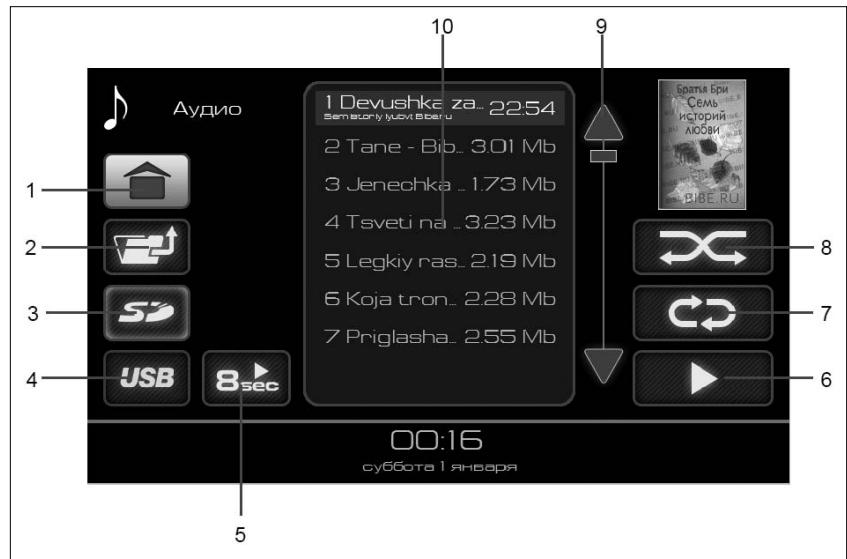
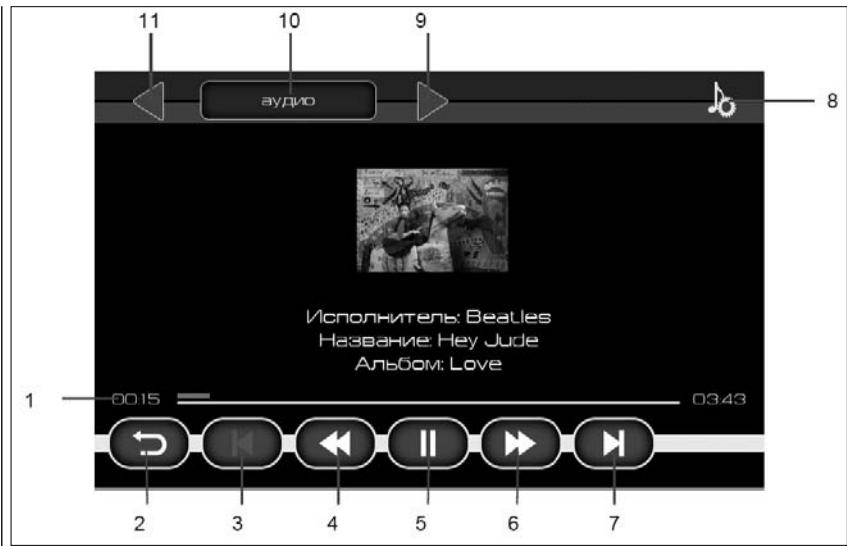

Рис. 4. Окно списка аудиофайлов
Рис. 5. Окно проигрывания аудиофайлов
Доступные для воспроизведения аудиофайлы и папки отображаются в списке **(10)** (рис. 4). Двойное нажатие на изображение папки отобразит список аудиофайлов в этой папке. Для выхода из папки нужно нажать кнопку **1** (рис. 4).
- либо двойное нажатие на выбранный аудиофайл позволяет воспроизвести именно его, при этом доступна кнопка включения режима повторного воспроизведения (кнопка **7**, рис. 4).
- либо нажатие на кнопку воспроизведения аудиофайлов (кнопка **6**, рис. 4) позволяет воспроизвести все аудиофайлы, находящиеся в списке **(10)** (рис. 4).
в списке **(10)** на рис. 5, а затем нажатие кнопки воспроизведения аудиофайлов (кнопка **6**, рис. 4), позволяет воспроизвести все аудиофайлы, находящиеся в выбранной папке, и во всех вложенных в нее папках.
Для остановки воспроизведения нажмите кнопку **5** (рис. 5).
Если при воспроизведении аудиофайла нажать на кнопку «**Пауза**» (кнопка **5**, рис. 5), а затем нажать на кнопку возврата (кнопка **2** рис. 5), то происходит переход в главное меню, и в кноп-